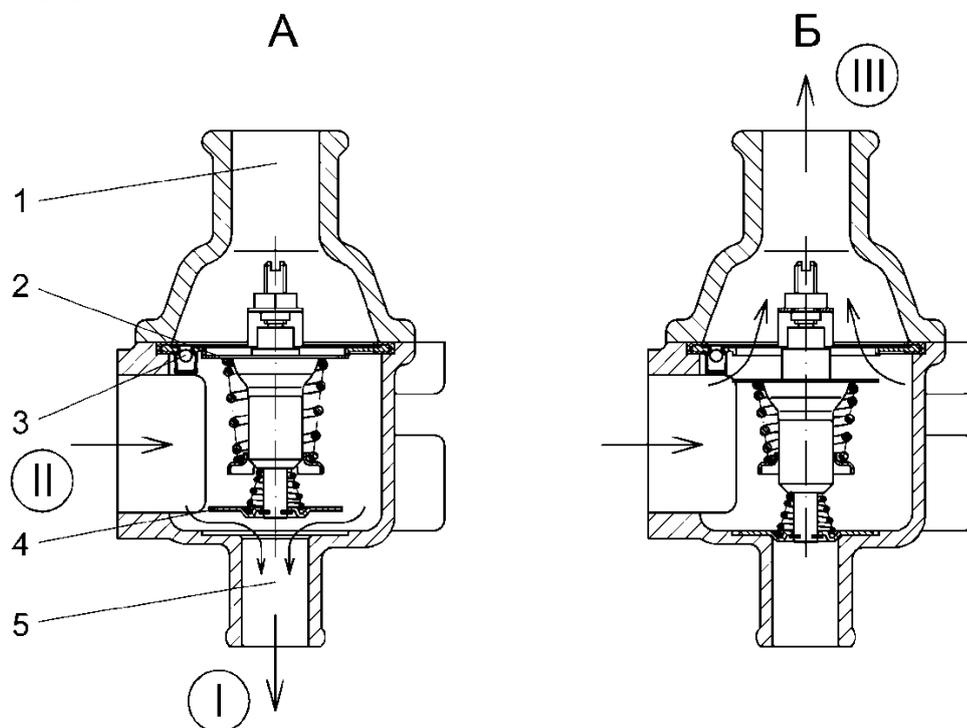

Рис.37. Схема работы термостата:
**Термостат** (рис.37) – с твердым наполнителем, двухклапанный, с автоматическим дренажным клапаном. Термостат расположен в алюминиевом корпусе, установленном на выходном отверстии рубашки охлаждения головки цилиндров, и соединен шлангами с водяным насосом, радиатором и расширительным бачком.